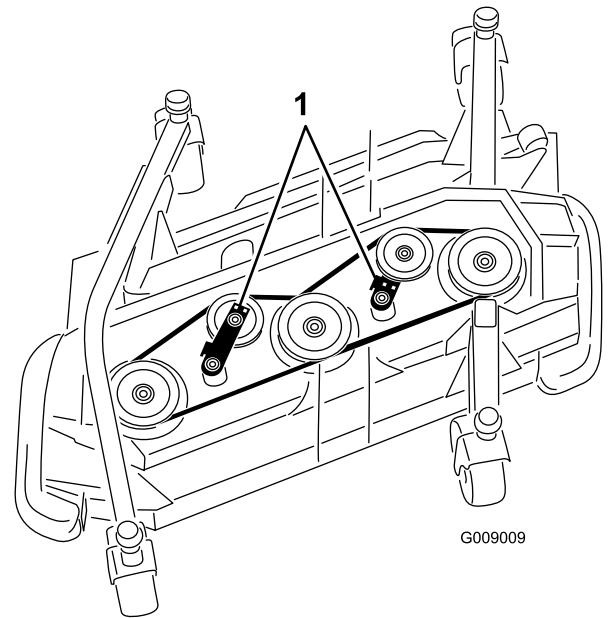

Figura 124
5. Con una leva a cricchetto o uno strumento simile, allontanate le pulegge tendicinghia dalla cinghia di trasmissione per allentare la tensione della cinghia e staccarla dalle pulegge (Figura 124).